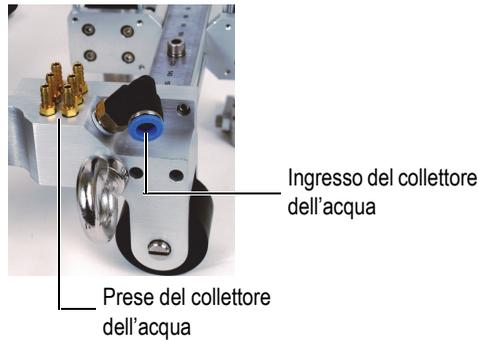

Figura 3-2 Dettagli del collettore dell'acqua
5. Collegare il tubo dell'acqua dal punto di erogazione dell'acqua all'ingresso del collettore dello scanner (Figura 3-2 a pagina 66).
6. Collegare i tubi di erogazione dell'acqua dalle prese del collettore agli ingressi degli zoccoli (Figura 3-2 a pagina 66).